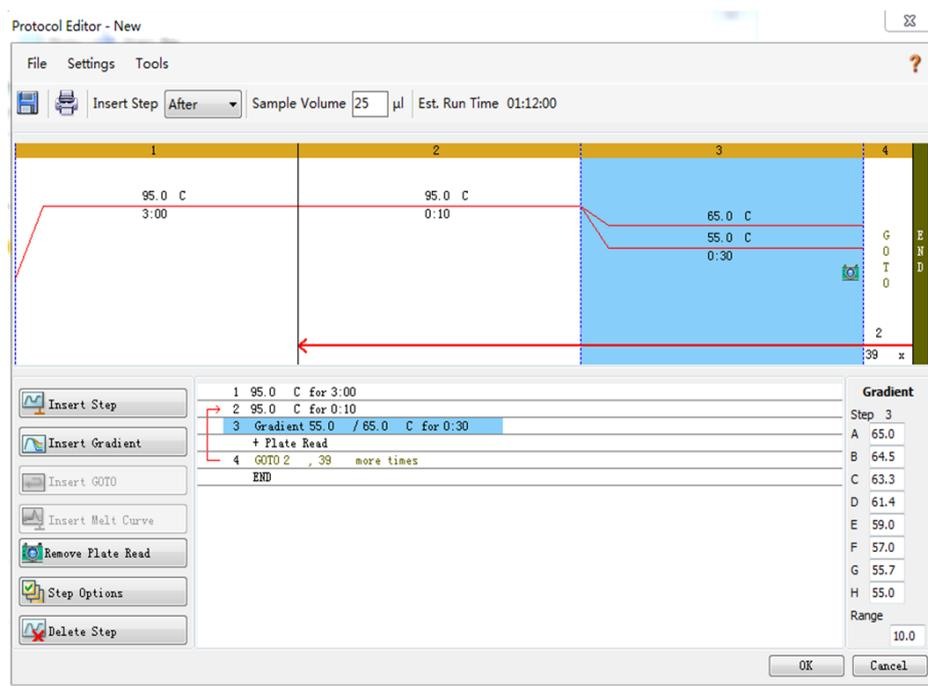

Figure 4
- 在左窗格中，单击“Insert Gradient”。新的温度梯度在图形和轮廓窗格中突出显示 (Figure 4)，梯度中每一行的温度显示在右窗格的“Gradient”表中。